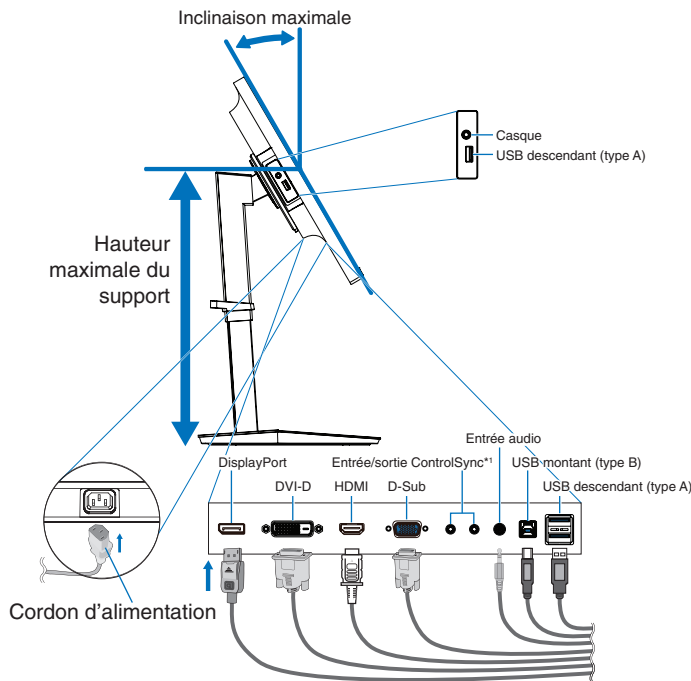
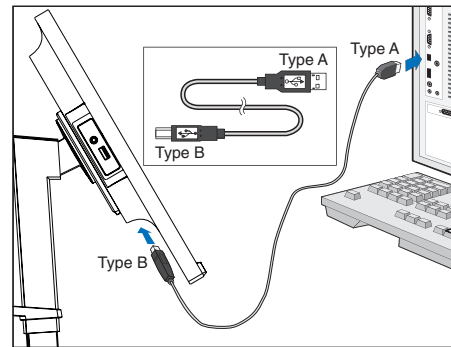

Figure C.1
Figure C.1a
- Branchez tous les câbles aux prises appropriées (**Figure C.1**). Lorsque vous utilisez un câble USB, branchez la prise de type B au port montant USB situé sur le côté arrière droit du moniteur, et la prise de type A au port descendant de l'ordinateur (**Figure C.1a**). Si vous utilisez le cordon d'un appareil USB, branchez-le au port descendant du moniteur.